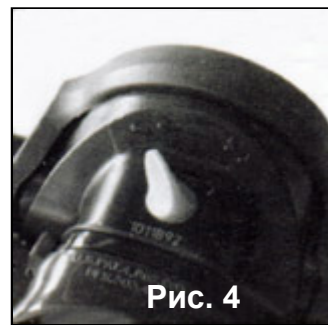
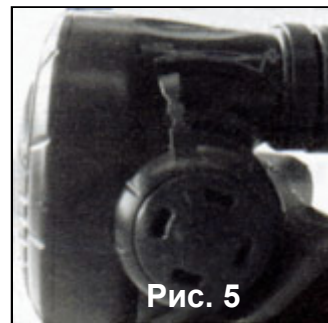

Рис. 4
Рис. 5
1. До подключения Вашего регулятора к баллону установите ручку регулировки эффекта Вентури, расположенную на второй ступени регулятора, в положение «MIN» (или «-») (см. рис. 4 и рис. 5).